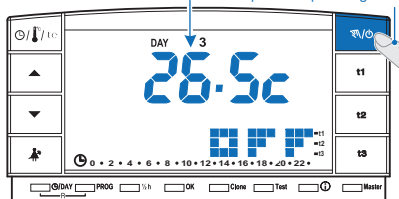

fig. 59
- Para activar la función presionar la tecla "☺/te" (unos 6 seg.) hasta que aparezca en la pantalla el mensaje **OFF**, indicando que el cronotermostato está desactivado (ejemplo fig. 59).